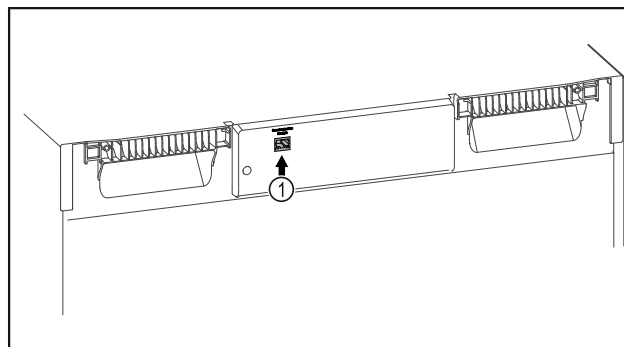

Fig. 154
- ☐ SmartModule Fig. 154 (1) on asennettu.